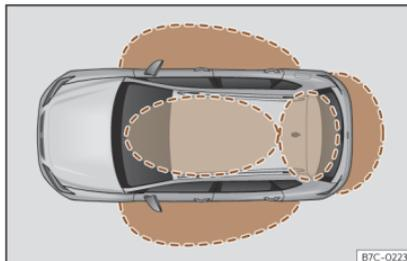
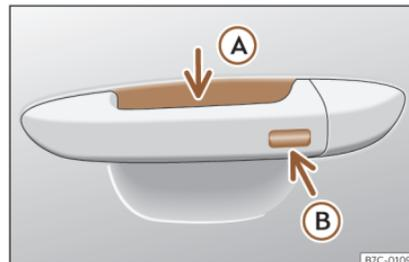

Fig. 71 Keyless Access : zones de proximité.
Fig. 72 Poignée de porte : surfaces sensibles.
Keyless Access est un système de fermeture et de démarrage sans clé qui permet de déverrouiller ou de verrouiller le véhicule sans utiliser activement sa clé. Pour ce faire, il suffit d'approcher l'une des clés du véhicule d'une zone de détection correspondant à la tentative d'accès au véhicule **>>> fig. 71** puis de toucher l'une des surfaces sensibles des poignées de porte **>>> fig. 72** ou d'actionner le softtouch ou la poignée du hayon arrière **>>> page 111 >>> ❶**.
Si une clé valide se trouve dans une zone de proximité» fig. 71, le système de fermeture et de démarrage sans clé Keyless Access accordera à cette clé les droits d'accès dès que vous toucherez l'une des surfaces sensibles des poignées de porte avant ou que vous actionnez le *softtouch* ou la poignée située dans le hayon arrière.
- Saisissez la poignée de l'une des portes avant. Lorsque vous touchez la surface sensible» fig. 72 A (flèche) de la poignée de porte, le véhicule se déverrouille.
- Appuyez *une fois* sur la surface sensible de verrouillage» fig. 72 B (flèche) de la poignée de porte de l'une des portes avant. La porte correspondante devra être fermée.
- Appuyez *une fois* sur la surface sensible >>> **fig. 72 B** (flèche) de la poignée de porte de l'une des portes avant. Le véhicule se verrouille avec le dispositif de sécurité Safe « Safe » >>> page 105. La porte correspondante devra être fermée.
- Appuyez *deux fois* sur la surface sensible >>> **fig. 72 B** (flèche) de la poignée de l'une des portes avant pour verrouiller le véhicule non équipé du système de sécurité « Safe » >>> page 105.
Lorsque le véhicule est verrouillé, le hayon arrière se déverrouille lorsqu'il est ouvert si une clé valide du véhicule se trouve dans la zone de proximité >>> **fig. 71**.
- Appuyez sur le bouton de verrouillage  de la radiocommande puis, dans les 5 secondes, touchez une fois la surface sensible de verrouillage de la poignée de la portière du conducteur >>> **fig. 72 B**. Ne saisissez pas la poignée de la portière sinon le véhicule ne se verrouillera pas. Il est également possible de procéder à la désactivation si le véhicule est verrouillé via la serrure de la porte du conducteur.
Pour **fermer à l'aide de la fonction confort** toutes les vitres électriques et le toit ouvrant, maintenez appuyé quelques secondes un doigt sur la surface sensible de verrouillage >>> **fig. 72 B** (flèche) de la poignée de porte jusqu'à ce que les vitres et le toit se ferment.
Les surfaces sensibles des poignées de porte risquent d'être activées si elles reçoivent un jet d'eau ou de vapeur à haute pression si l'une de clés valides du véhicule se trouve dans la zone de proximité. Si au moins une glace à commande électrique est ouverte et que la surface sensible  fig. 72  (flèche) d'une des poignées est activée de manière permanente, toutes les glaces seront fermées.
• **OU** : touchez *deux fois* la surface sensible située sur la partie extérieure de la poignée de la portière»» **fig. 72 B**.